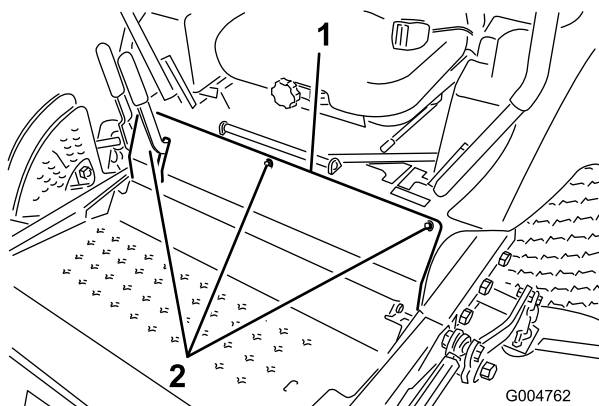

図 58
2. 前パネルを止めているボルトを外して前パネルを外す(図 58)。